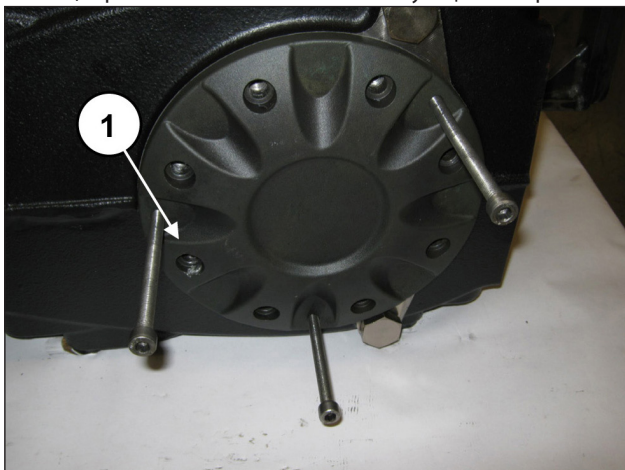

Рис. 28
Установите 3 штифта или винта с резьбой М8 (поз. ①, Рис. 28) в роли съемников в соответствующие отверстия.